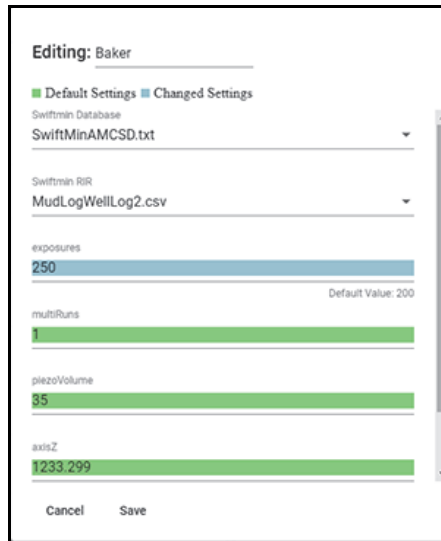

Abbildung 5-15 Dialogfeld Editing
2. Im Dialogfeld **Editing** (Bearbeiten) [siehe Abbildung 5-15 auf Seite 87] wählen Sie die Standarddatenbank aus (siehe „So wird die Standarddatenbank geändert“ auf Seite 83).